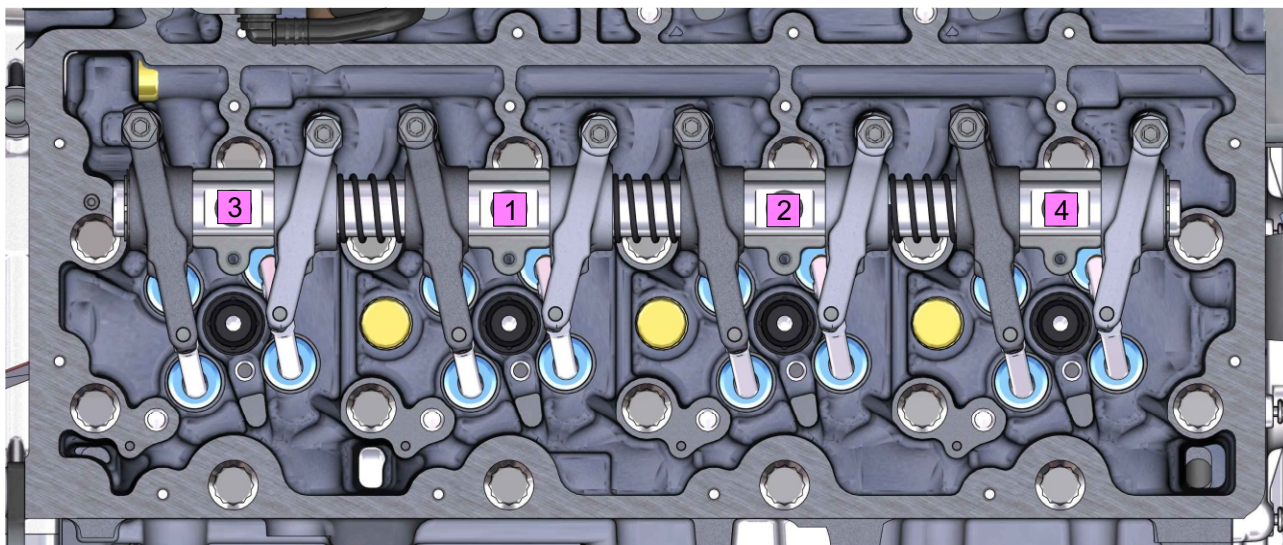

Рисунок 1 - Порядок предварительной затяжки болтов крепления оси коромысел
- 4 Ввернуть болты (3) М10-6х75-10.9 крепления оси коромысел в сборе предварительно от руки в отверстия головки цилиндров.
- 5 Завернуть болты (3) крепления оси коромысел в порядке, указанном на рисунках 1,2 ключом S=13, обеспечив затяжку в два приёма:
- начиная с середины, последовательно перемещаясь в обе стороны, затянуть моментом  $M_{кр}=20-30$  Н м (см. рисунок 1);